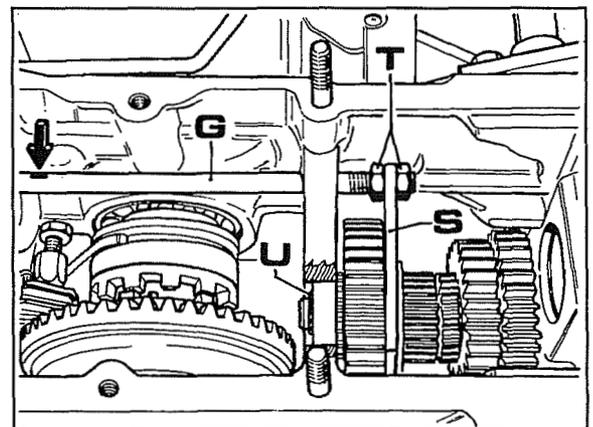

Fig. 15
3. Faire une marque de repère sur la tige **G** de commande de la fourche de la prise de force, à l'endroit indiqué par la flèche de la fig. 15. Cette opération est nécessaire pour maintenir la même position de la tige dans le sens de rotation pendant la phase de remontage.
4. Desserrer la fourche **S** fig. 15 de sélection de la prise de force avec les écrous **T**, puis la séparer de la tige.
5. Enlever le circlips **U** fig. 15 de blocage du roulement.
- En remontant la fourche **S** fig. 15, se rappeler de tourner la tige **G** en plaçant la marque de repère dans la position d'origine (point indiqué par la flèche dans la fig. 15). Monter la fourche en la réglant dans la position où les jeux sont divisés en parties égales sur l'enclenchement des deux vitesses. Vérifier aussi que dans la position de roue libre il n'y a pas de frottement, puis bloquer la fourche en même temps avec les deux écrous pour ne pas changer la position de la tige par rapport à la marque de repère.